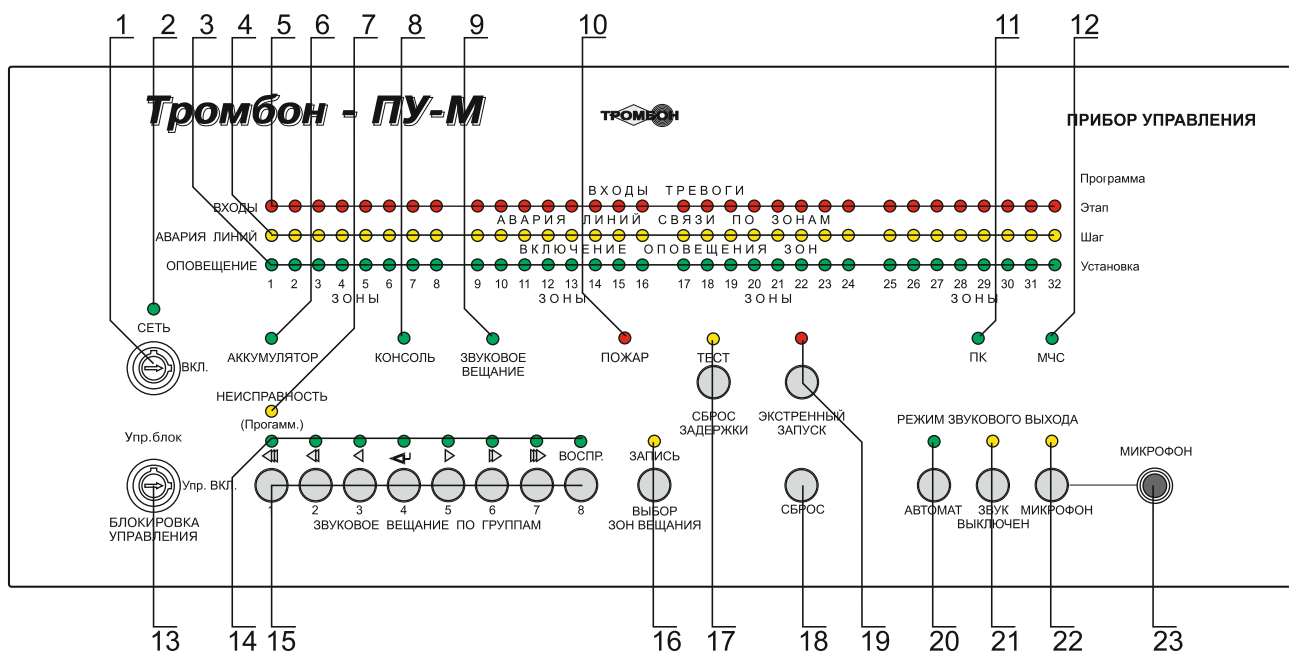

Рис. 1. Прибор управления «Тромбон – ПУ-М». Внешний вид, органы управления и индикации.
- Любое другие значения сопротивления линии связи, воспринимается Прибором как авария линии связи. ПУ зажигает на передней панели индикатор аварии линий (рис. 1, поз. 4) соответствующий номеру неисправной линии и периодически издает звук зуммера.